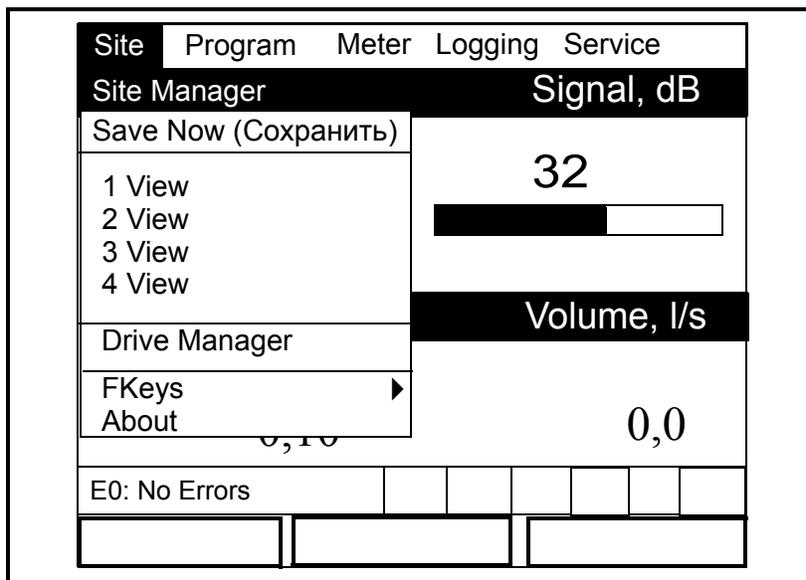

Рис. 4-1. Меню Site (Объект)
2. При выделенном меню *Site* (Объект) нажмите [ENTER] (ВВОД), и будет показан экран как на Рис. 4-1 ниже.
- Из меню *Site* (Объект) (см. Рис. 4-1 на стр. 4-1) прокрутите до пункта *Save Now* (Сохранить сейчас) и нажмите [ENTER] (ВВОД). Или